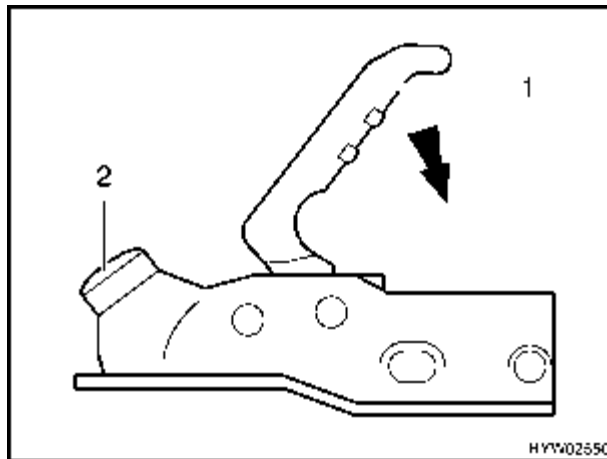

Fig. 1 Acoplamiento de remolque AL-KO AK 300/160
- Colocar el acoplamiento del remolque abierto (Fig. 1) en la bola del remolque del vehículo tractor. El acoplamiento de remolque encaja automáticamente y de forma audible.
- Empujar también la palanca de acoplamiento (Fig. 1,1) hacia abajo manualmente (no con el pie). El cierre y la fijación se realizan automáticamente.
- Durante el control visual: El punto verde del indicador de seguridad (Fig. 1,2) debe estar visible.